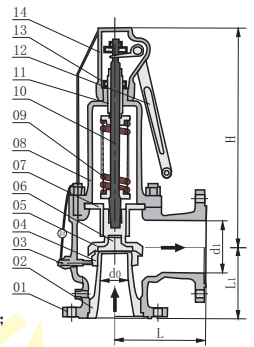

图2
- 1、开启压力已经调整好的安全阀,若回座压力及排放压力不符合要求,则可利用改变调节圈03[见图2]的位置来调整,调节圈有单调节圈和双调节圈之分;